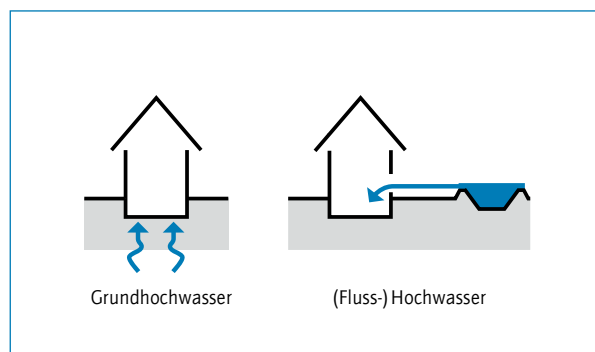

Abb. 1a – Überflutungsgefahren nahe Gewässern*
* Schutz vor (Fluss-)Hochwasser und Grundhochwasser [Abb. 1a]